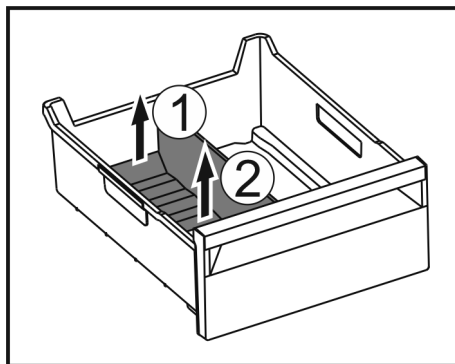

Fig. 102
- Повдигнете задната част на разделителя на отделението за лед. Fig. 102 (1)
- Извадете разделителя на отделението за лед нагоре. Fig. 102 (2)